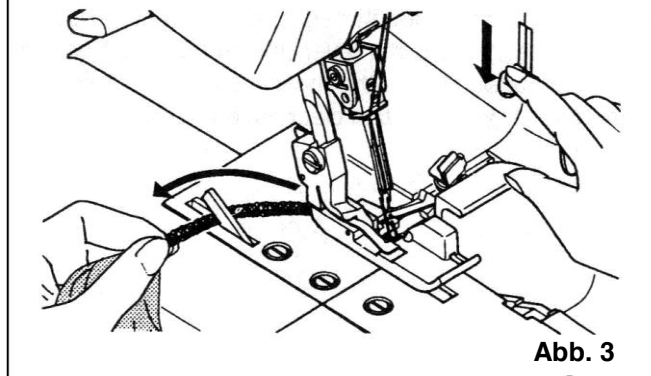

Abb. 3
Eine Schlaufenbildung an der Kante kann auftreten, wenn Sie leichte Stoffe mit drei Fäden (nur rechte Nadel) nähen und das Nahtbreiteneinstellrad auf 4 – 5 eingestellt haben (siehe Abb. 3). In diesem Fall sollten Sie anstatt des Rollsaumfingers (A) den Rollsaumfinger (B) verwenden, um eine einwandfreie Naht zu erzielen (siehe Abb. 4).